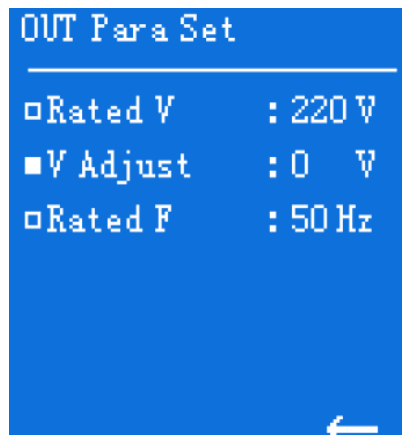

Рис.4-13 Настройка выходных параметров
- OUT Para Set - настройка (установка) выходных параметров — рис.4-13.
Экран настройки режимов ("Function Set" — рис.4-13) включает в себя: